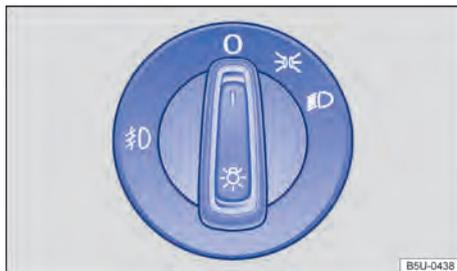

Fig. 63 Ao lado do volante: interruptor de luzes.
- **Ligar o farol de neblina** ☞: puxe o interruptor das luzes para fora → Fig. 63, até a primeira ranhura. A luz de controle ☞ se acende no interruptor na cor verde.